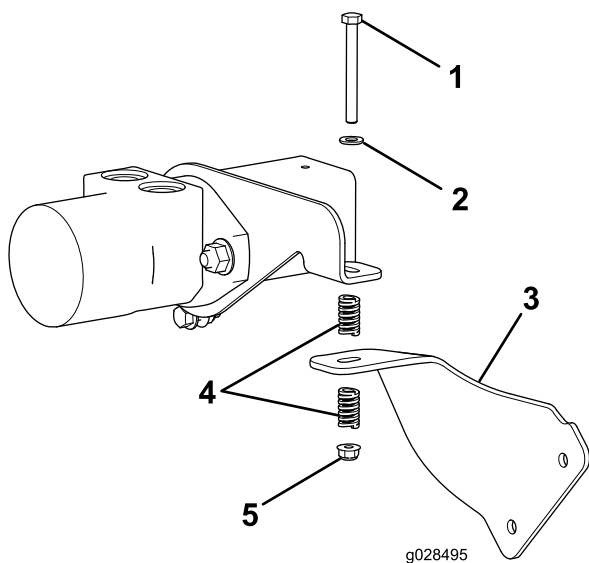

Figure 2
3. Fixez le support antirotation au support de moteur au moyen d'un boulon à embase (5/16 x 3 po), d'une rondelle plate, de 2 ressorts de compression et d'un contre-écrou à embase (5/16 po), comme montré à la Figure 2.